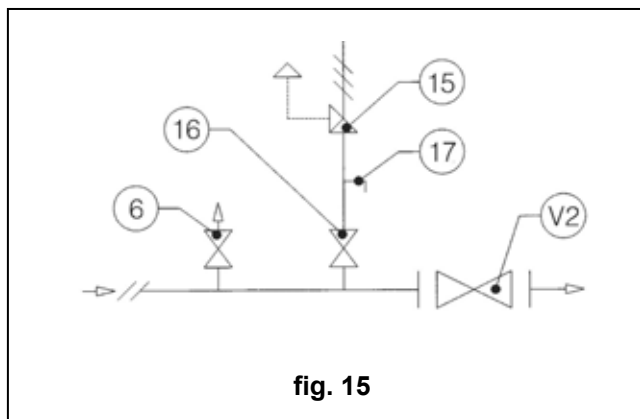

fig. 15
4.1.2 INSTALLAZIONE CON VALVOLA DI INTERCETTAZIONE (fig. 15)